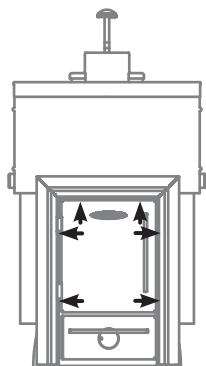

Рисунок 8. Место установки саморезов
- 1) открутить саморезы 6 шт., которыми прикрепляется дверка с рамкой к топливному каналу и снять ее (см. рисунок 8);